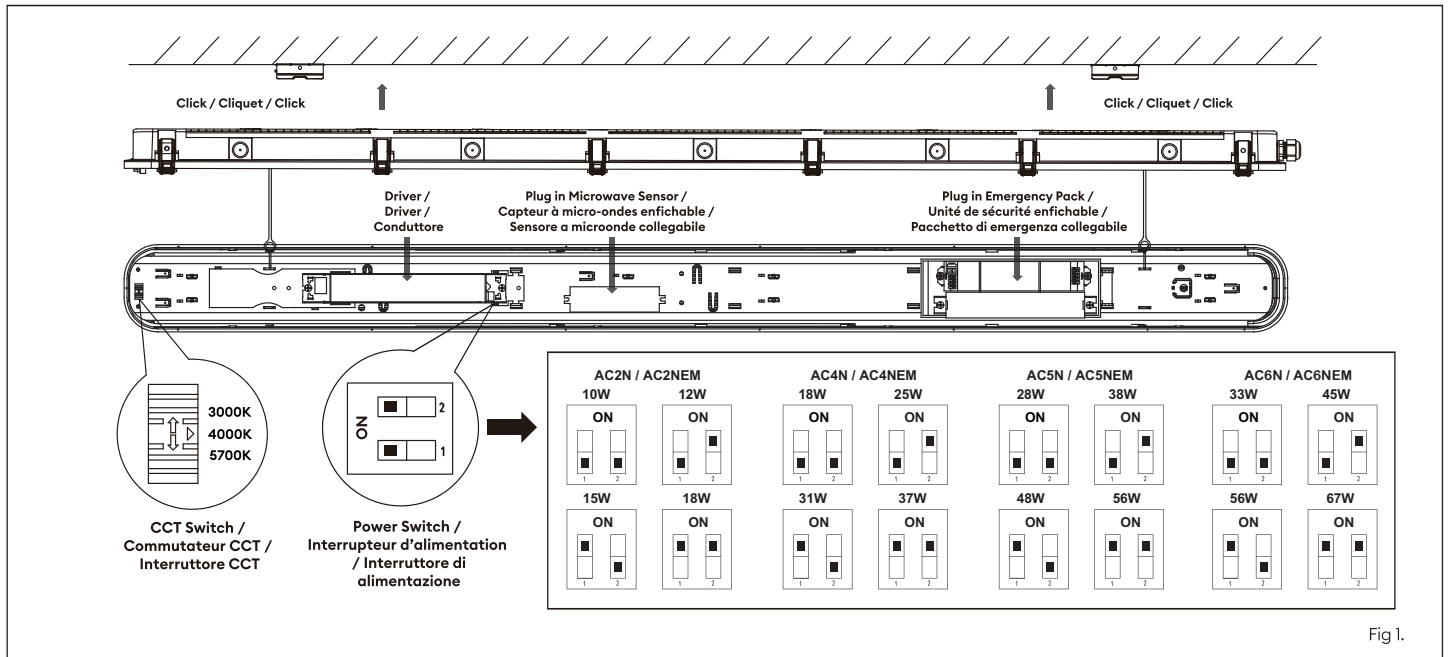

Fig 1.
3. Unclip the diffuser gear tray assembly and remove it (Fig 1).
4. Diffuser gear tray assembly is attached to the base by security wires. Unclip these to make base installation easier. (Fig 1)
8. Clip the base into the mounting brackets (Fig 1).
12. Set required colour temperature, default is 4000K. CCT switch is located on the rear of the gear tray (Fig 1).
13. Set required wattage, default is highest output setting. Switch located on the driver (Fig 1).
3. Déclipsez la platine d'appareillage (fig 1).
4. La platine d'appareillage du diffuseur est attachée à la base par des fils de sécurité. Détachez ceux-ci afin de faciliter l'installation (fig 1).
8. Accrochez la base dans les supports de montage (fig 1).
12. Réglez la température de couleur souhaitée ; la température de couleur par défaut est 4000K. Le commutateur CCT est situé à l'arrière de la platine d'appareillage (fig 1).
13. Réglez la puissance requise, la valeur par défaut étant la plus élevée. L'interrupteur est situé sur le driver (fig.1).
3. Sganciare il gruppo di ingranaggi del diffusore e rimuoverlo (Fig 1).
4. Il gruppo della piastra di trasmissione del diffusore è collegato alla base da fili di sicurezza. Sganciarli per facilitare l'installazione della base. (Fig 1)
8. Agganciare la base alle staffe di montaggio (Fig 1).
12. Impostare la temperatura di colore desiderata, di default 4000K. L'interruttore CCT si trova sul retro della piastra di trasmissione (Fig 1).